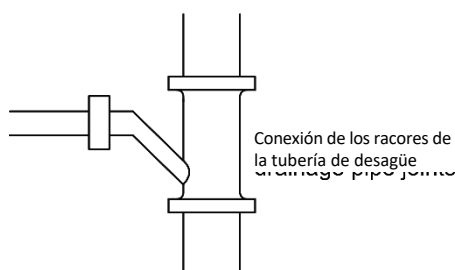

Fig. 4.3.6
N.º 1: Conexión de las juntas de los tubos de drenaje (Fig. 4.3.6) N.º 2: